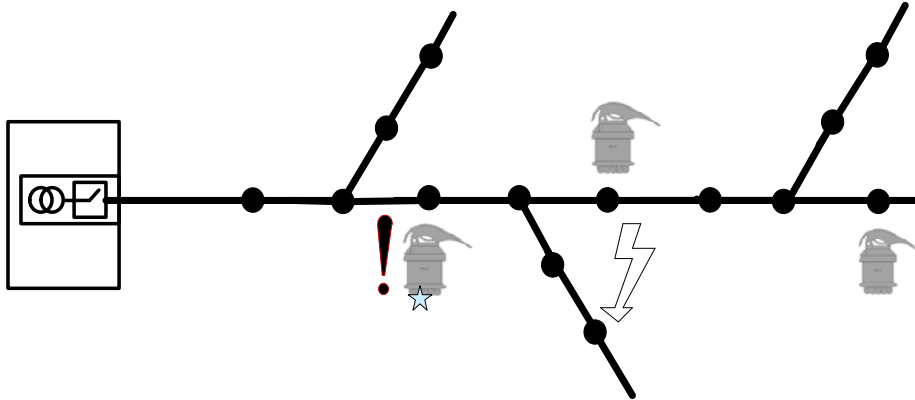

Рисунок 9 – Установка комплектов на линии с короткими ответвлениями
- на линии с короткими ответвлениями комплекты, как правило, устанавливаются по стволу линии за местом разветвления (отпайки), на ближайших к месту разветвления промежуточных опорах (Рисунок 9);